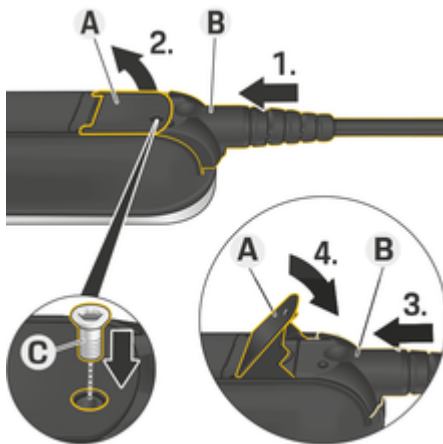

図. 9: ケーブルの接続とプラグの固定
- ✓ レバー **A** (図. 9) が閉じている。
- 1. 抵抗を感じる所までプラグ **B** (図. 9) をコントロールユニットに挿入します。
- 5. プラグ **B** をネジ **C** (図. 9) でコントロールユニットに固定します。